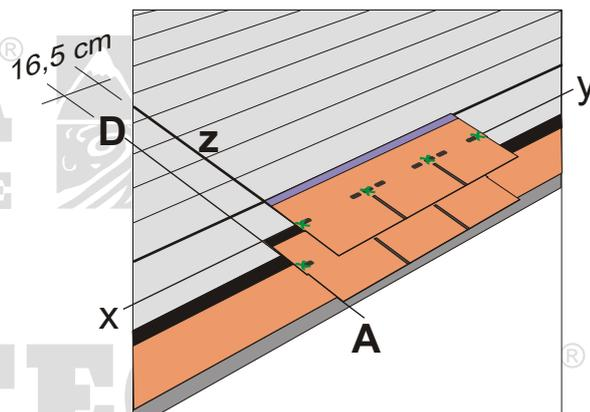

Abb.7 Versetzte Verlegung von 2 Schindeln
- Die Verlegung der zweiten Reihe der ELITE Schindeln beginnt an der Linie z (Abb. 7).